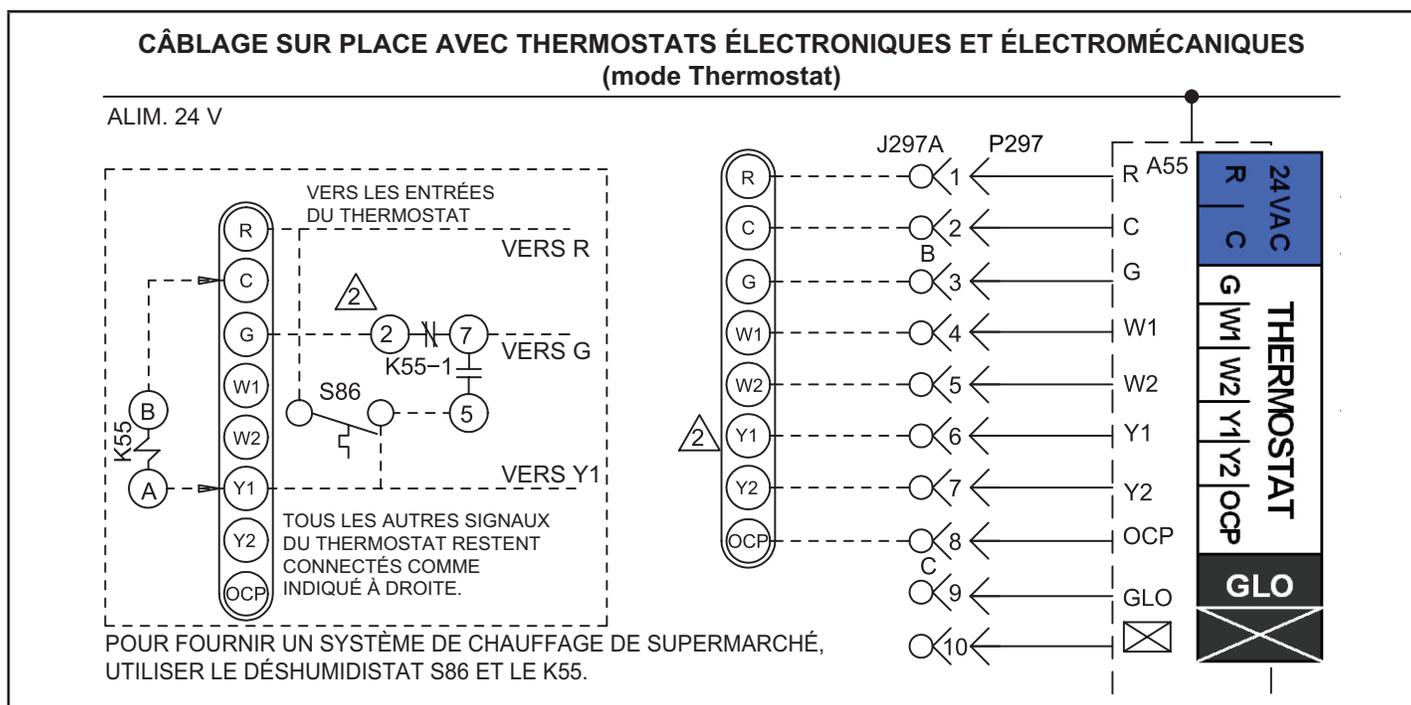
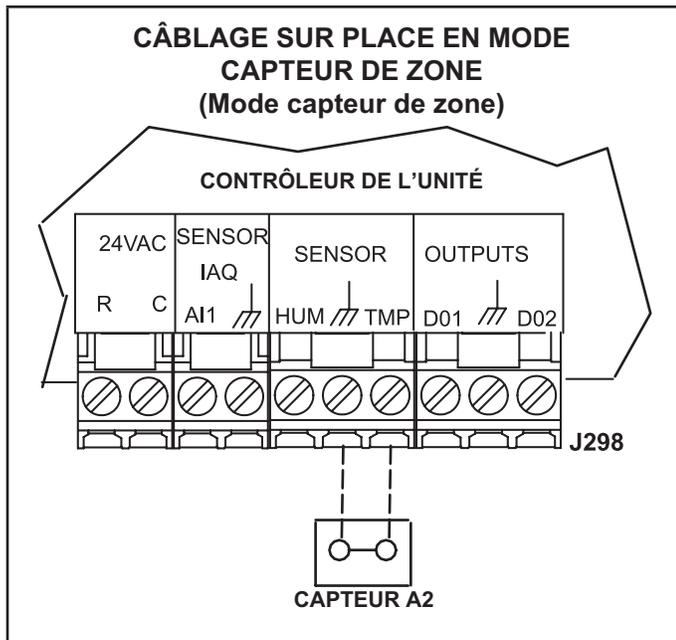
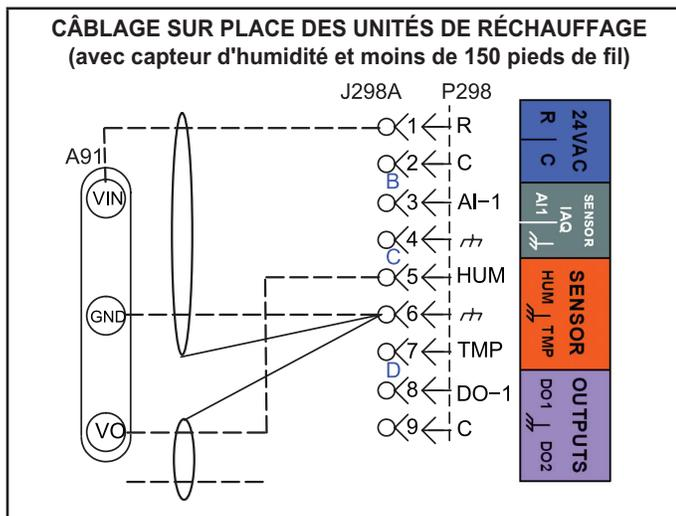
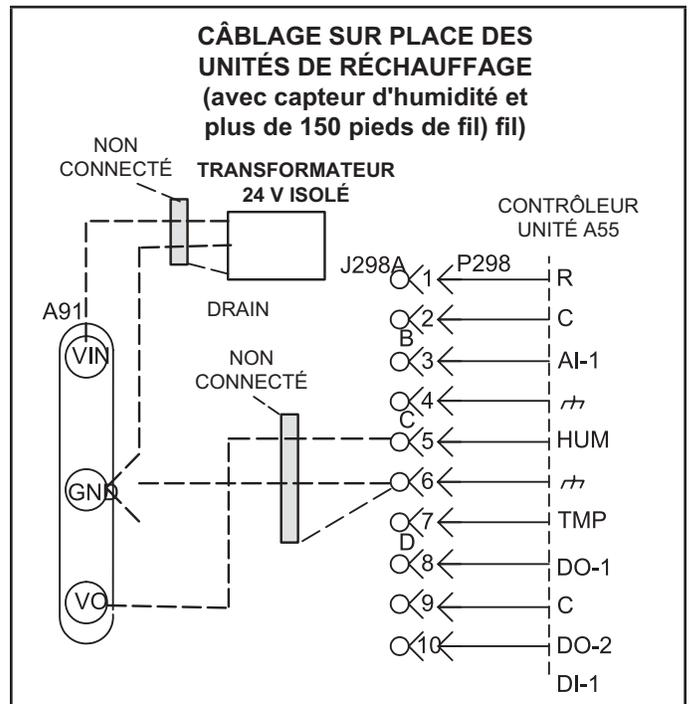

FIGURE 14
FIGURE 15
FIGURE 16
FIGURE 18
- 4 - Câbler comme indiqué à la FIGURE 14 pour les thermostats électromécaniques et électroniques. En cas d'utilisation d'autres dispositifs de contrôle de la température ou de systèmes de gestion de l'énergie, se reporter aux instructions et au schéma de câblage fournis par le fabricant.
Le contrôleur de l'unité fera fonctionner le chauffage et la climatisation en fonction des points de consigne internes du contrôleur de l'unité et de la température du capteur de zone A2. Un panneau de contrôle réseau (NCP) optionnel peut également être utilisé pour fournir les points de consigne. Un thermostat ou un capteur de reprise d'air peut être utilisé comme mode de secours. Effectuer les connexions de câblage du capteur de zone comme indiqué à la FIGURE 15.
- 2 - Effectuer les connexions électriques comme indiqué à la FIGURE 14 pour le mode thermostat ou à la FIGURE 15 pour le mode capteur de zone. En outre, connecter un capteur d'humidité ou une entrée de déshumidification. Se reporter à la FIGURE 16 ou à la FIGURE 18 pour le câblage du capteur d'humidité ou à la FIGURE 18 pour le câblage de l'entrée de déshumidification.
Utiliser deux câbles blindés séparés contenant des paires torsadées de 20 AWG minimum avec un blindage global. Belden type 8762 ou 88760 (plénum) ou équivalent. Connecter les deux fils de drainage du blindage du câble au contrôleur de l'unité comme indiqué à la FIGURE 16.
Utiliser deux câbles blindés séparés contenant des paires torsadées de 18 AWG minimum avec un blindage global. Belden type 8760 ou 88760 (plénum) ou équivalent. Connecter les deux fils de drainage du blindage du câble au contrôleur de l'unité comme indiqué à la FIGURE 16.
Utiliser un transformateur 24 VCA local et isolé tel que le Lennox (no. cat. 18M13) (20 VA minimum) pour alimenter le capteur d'humidité relative comme indiqué à la FIGURE 18. Utiliser deux câbles blindés contenant des paires torsadées de 20 AWG minimum avec un blindage global. Belden type 8762 ou 88760 (plénum) ou équivalent.